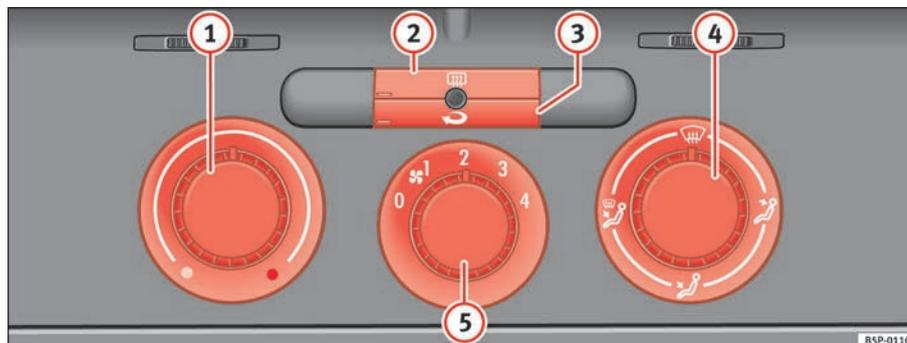

Fig. 126 Sulla plancia portastrumenti: i comandi del riscaldamento
- Le manopole ⇒ fig. 126 ① e ④ e la manopola ⑤ servono rispettivamente a impostare la temperatura desiderata, a indirizzare il flusso d'aria e a selezionare il livello di potenza della ventola.
- Per attivare o disattivare una funzione bisogna premere il tasto corrispondente ② o ③. Quando la funzione è attiva, la spia situata nell'angolo in basso a sinistra del tasto si illumina.